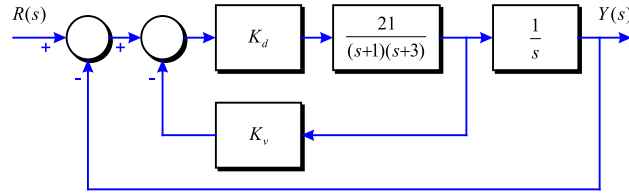

Figura 5-23
3. Es proposa una estructura de controlador PD com la donada a la Figura 5-23.